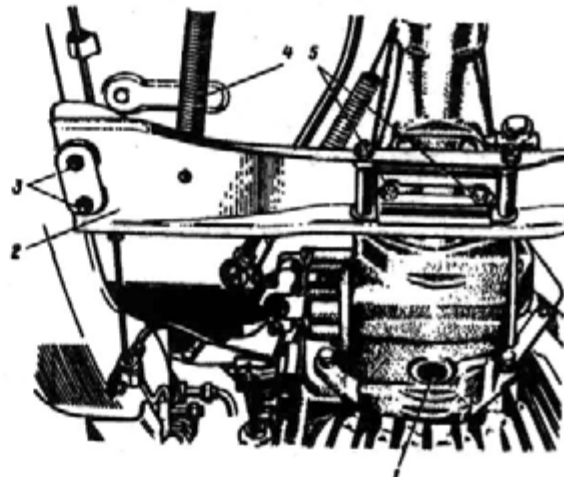
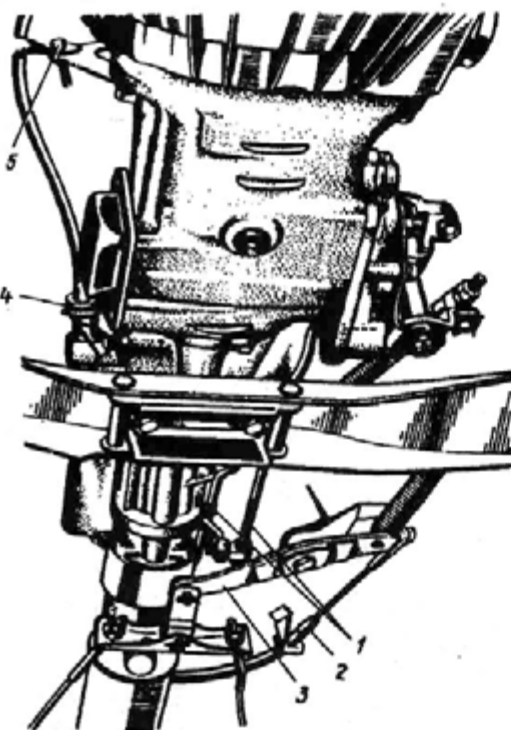

Рис. 106. Снятие коробки передач с автомобиля (вид снизу, слева):
Рис. 107. Снятие коробки передач с автомобиля (вид снизу):
- выверните сливную пробку 1 (рис. 106) картера и полностью слейте масло из коробки передач;
- отверните гайку 4 (рис. 107) оболочки гибкого вала привода спидометра;
- снимите оттяжную пружину 4 (рис. 106) промежуточного рычага тормоза, отсоедините промежуточный рычаг 3 (рис. 107) и передний трос 2 стояночной тормозной системы;
- снимите поперечину 2 (рис. 106) задней опоры двигателя, отвернув болты 5 и 3;
- отцепите передний трос от промежуточного рычага 3 (рис. 107);